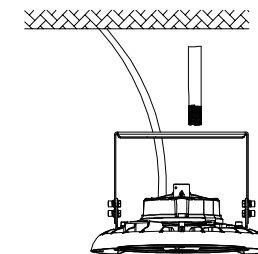

Figure 9
2. Insérez la tige de la fixation ½ po NPT dans le trou du support (Figure 9).